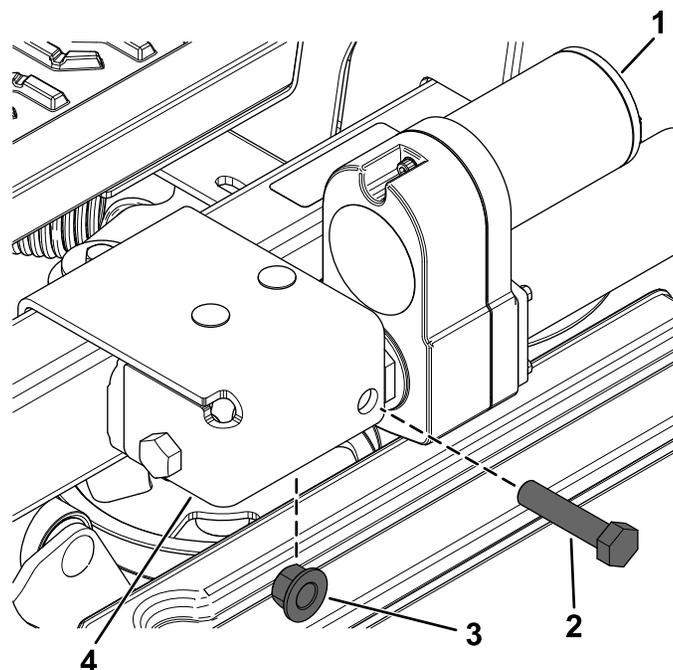

Figura 21
- 3. Sujete el actuador al soporte exterior del actuador usando 1 perno con arandela prensada ($\frac{1}{2}$ " x $2\frac{1}{4}$ ") y una contratuerca ($\frac{1}{2}$ "), como se muestra en la Figura 21.